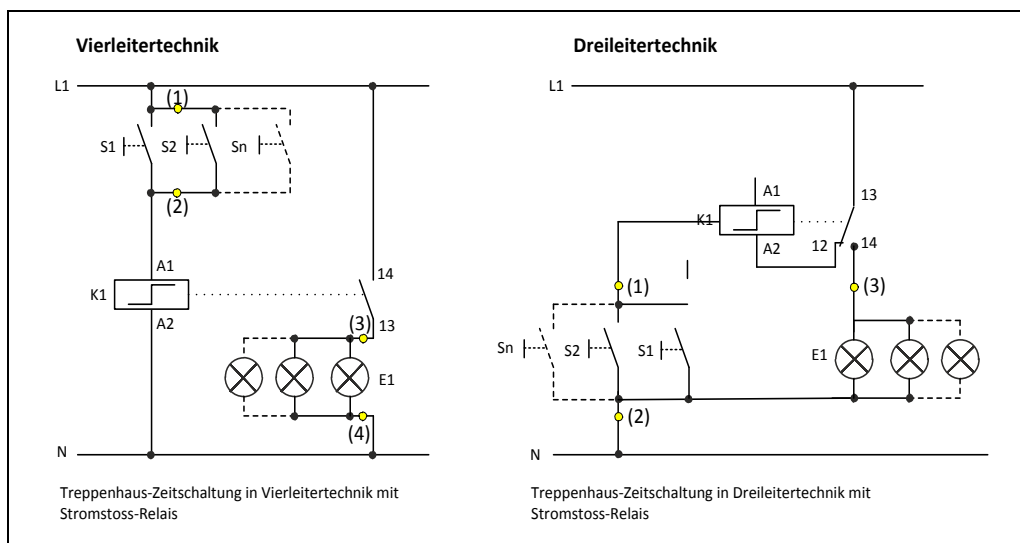

Abb. 2: Typische Verdrahtung mit einem Treppenhausautomaten.
Bei bestehenden modernen Installationen findet man die 4-Leiter-Schaltung vor (Abb. 2, links). Bei dieser führen jeweils zwei separate Drähte vom Automaten zu allen Schaltern und zwei getrennte Leiter zu allen Leuchten im Treppenhaus. Bei der älteren 3-Leiter-Schaltung teilen sich Schalter und Leuchten eine Ader (Siehe Abb. 2, Rechts).
1. Ein eigener Stromkreis für das ganze Treppenhaus (Abb. 2):